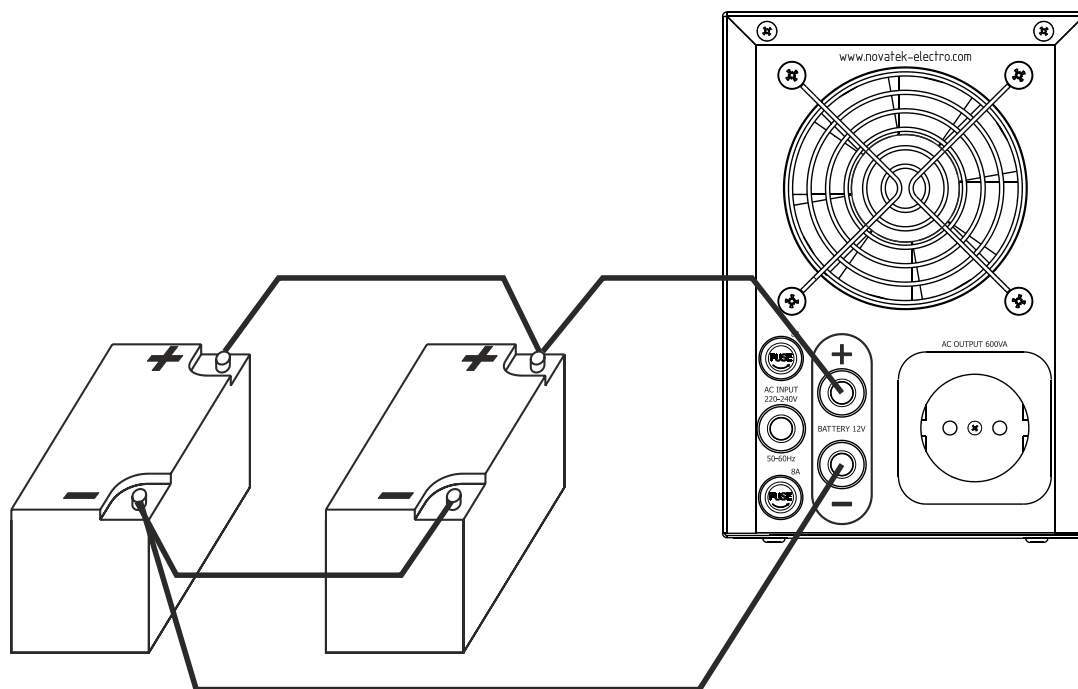

Рисунок 5 – Приклад паралельного включення АКБ і діагонального підключення ДБЖ
- *У випадку використання декількох батарей підключіть батареї паралельно (див. рис. 5). Для підключення додаткових батарей знадобляться додаткові проводи, які потрібно придбати окремо. У разі підключення двох або більше батарей клема «+» однієї батареї з'єднується із клемою «+» іншої, клема «-» із клемою «-» іншої АКБ.*
• При використанні батареї з двох або більше акумуляторів, вони повинні бути одного типу і ємності (при відмінності в ємності акумулятори матимуть різний внутрішній опір, внаслідок чого рівень заряду буде неоднаковий). Приклад схеми паралельного підключення двох АКБ на рис. 5.